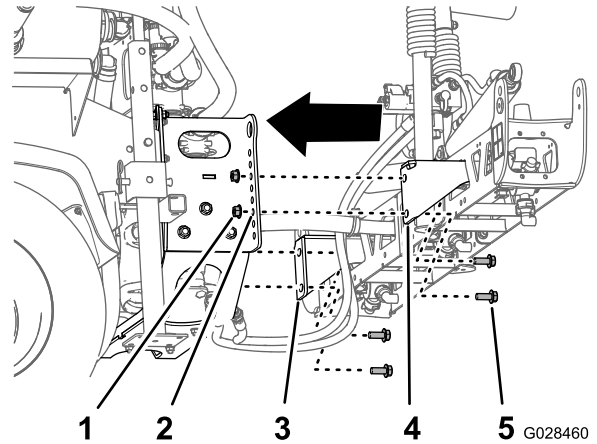

図 39
2. センターboomアセンブリの取り付けブラケットの底部にある穴を、スキッドフレームのboomサポートの下から3番目の穴に、 図 39 のように整列させる。